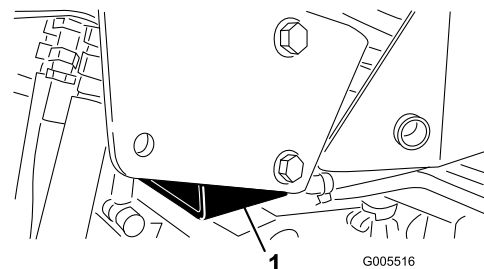

Figure 34
- Côté droit – sous le support de l'arceau de sécurité (ROPS) (Figure 34)